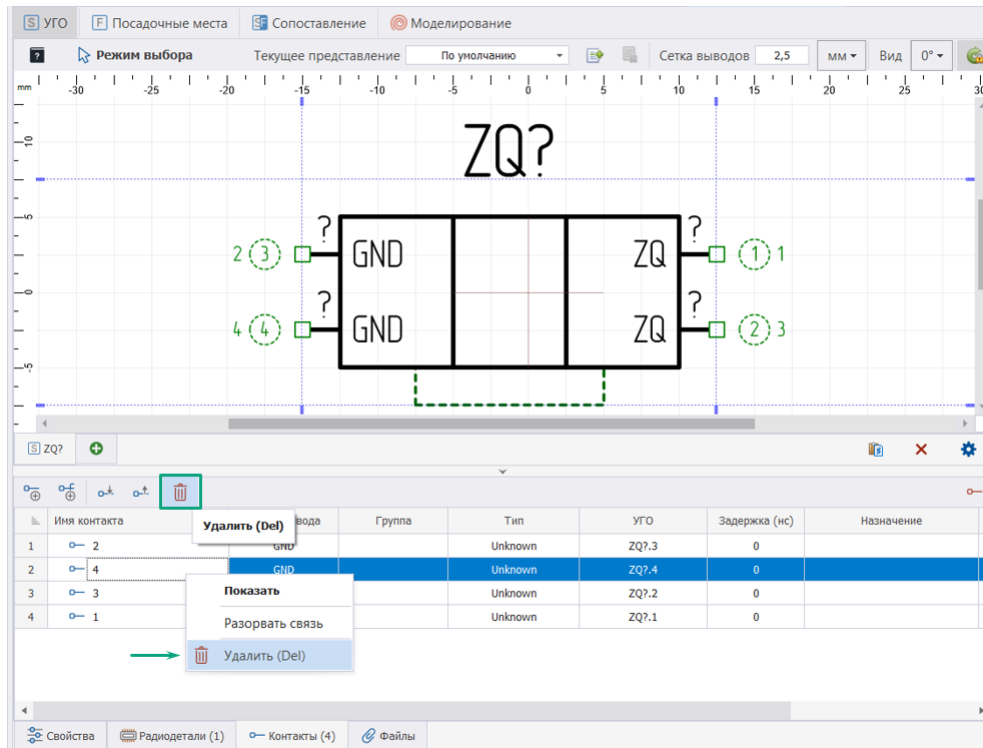

Рис. 248 Удаление контакта
2. Нажать иконку  «Удалить» или воспользоваться контекстным меню в таблице контактов, см. Рис. 248.